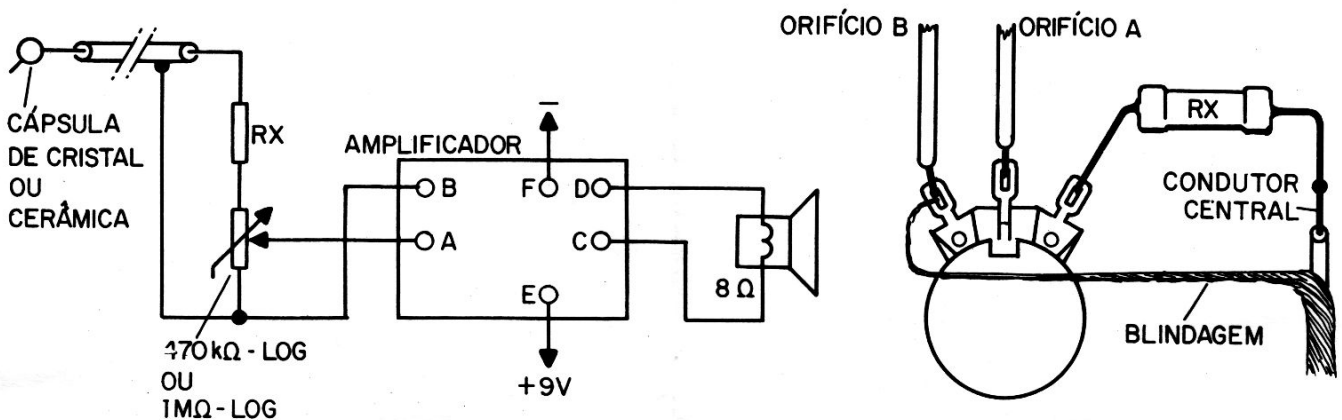

Figura 7
- 1 - Ligue uma cápsula fonocaptora de alta impedância (de cerâmica ou de cristal) à entrada (orifícios A e B), como ilustra a Figura 7. Ligue o condutor interno do cabo blindado a um resistor RX, em série com uma das extremidades de um potenciômetro logarítmico de 470 k Ω ou 1 M Ω . Ligue o terminal do outro extremo do potenciômetro ao orifício B e, à malha metálica externa do cabo blindado. Finalmente, ligue o cursor (terminal central) do potenciômetro ao orifício A da placa de fiação impressa (Figura 7). Se, ao invés da cápsula, for empregada uma fonte de sinal de baixa impedância (4 Ω a 16 Ω) elimine o resistor RX e substitua o potenciômetro por outro, também logarítmico, de 10 k Ω ou 20 k Ω .
- 3 - Ligue a fonte de alimentação conforme indicado na Figura 7: fio vermelho ao polo positivo e fio preto ao polo negativo. A tensão de alimentação (9 V) pode ser fornecida por um conjunto de 6 pilhas comuns de lanterna, ligadas em série ou por um eliminador de pilhas (9 V, 200 mA). O valor da tensão de alimentação não deve ultrapassar 12 V em nenhuma circunstância, sob pena de imediata destruição do aparelho.